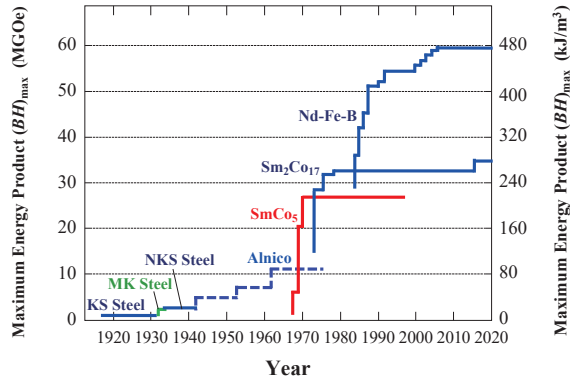

図1 世界最強永久磁石の変遷
今まできています。図 1 は世界最強永久磁石の変遷を示しています。(BH)max（最大エネルギー積）は磁石の強さを表しますが，60 MGOe（メガガウスエルステッド）は限界値です。作っている化合物の磁化が全て出現したときに 60 MGOe の (BH)max が出ます。ほとんどフルに出ており，これもまた Nd-Fe-B 焼結磁石の特徴です。どうしてなのか説明します。